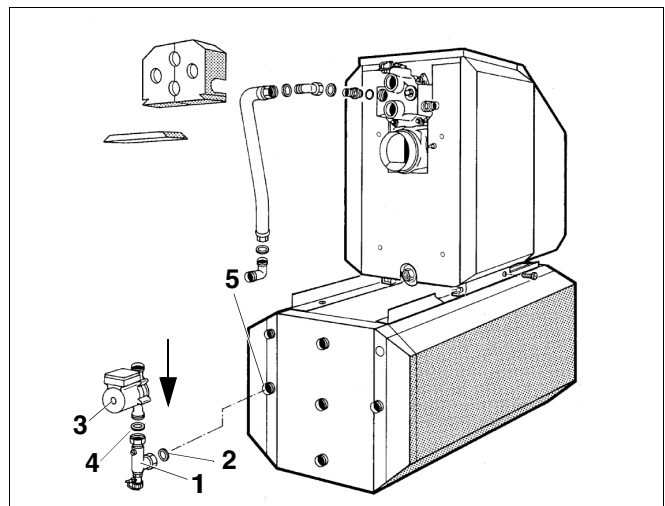

Abb. 11 Eck-Rückschlagventil und Speicherladepumpe montieren
- Eck-Rückschlagventil (Abb. 11, Pos. 1) mit eingelegter Dichtung auf den Speicher-Vorlaufstutzen (Abb. 11, Pos. 5) schrauben.
- Dichtung (Abb. 11, Pos. 4) in die Überwurfmutter des Eck-Rückschlagventiles einlegen und die Speicherladepumpe (Abb. 11, Pos. 3) mit der Förderrichtung nach unten auf das Eck-Rückschlagventil (Abb. 11, Pos. 1) schrauben.